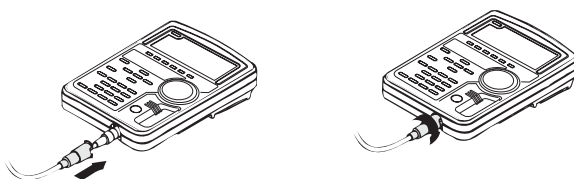

図 2-2 リモートコントローラケーブルの取り付け
1. リモートコントローラの 2 つのコネクタのどちらか一方に、リモートコントローラケーブルの保護カバーのついている方のコネクタを、方向を合わせて取り付けます。(図 2-2 参照)